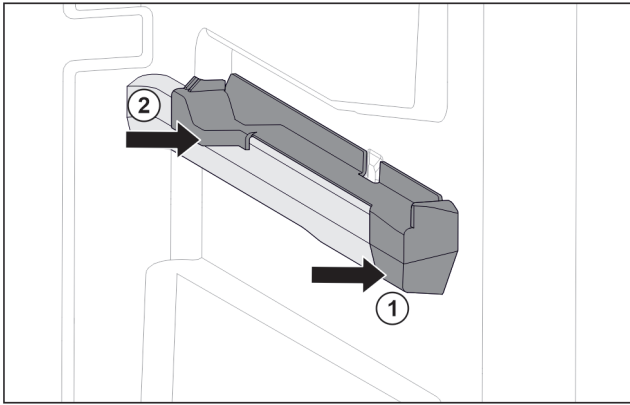

Fig. 142 Pjesa kapëse në brinjën e djathtë të kutisë
- ▶ Vendoseni pjesën kapëse përpara në brinjën e kutisë. Fig. 142 (1)
- ▶ Shtyni pjesën kapëse në pjesën e pasme. Fig. 142 (2)